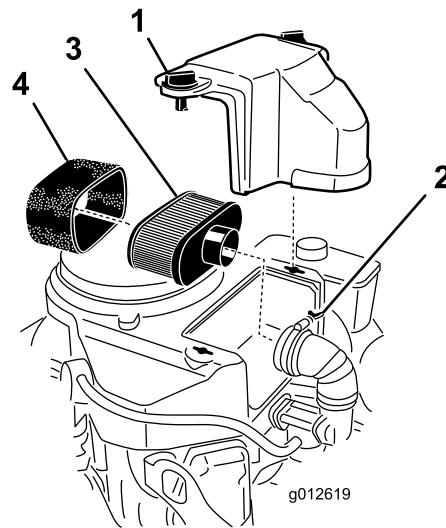

Figura 41
3. Limpie alrededor del limpiador de aire de forma que la suciedad no penetre en el motor y cause daños (Figura 41).
4. Afloje los botones de la tapa y retire la tapa del limpiador de aire (Figura 41).
5. Afloje la abrazadera y retire el conjunto del limpiador de aire (Figura 41).
6. Retire cuidadosamente el filtro de gomaespuma del filtro de papel (Figura 41).
Nota: Si está muy sucio, cambie el elemento de papel por uno nuevo (Figura 41).
1. Deslice cuidadosamente el elemento de gomaespuma sobre el elemento de papel (Figura 41).
2. Coloque el conjunto del limpiador de aire sobre la base del limpiador de aire o la manguera y sujetelo (Figura 41).
3. Coloque la cubierta del limpiador de aire y apriete el pomo de la cubierta (Figura 41).